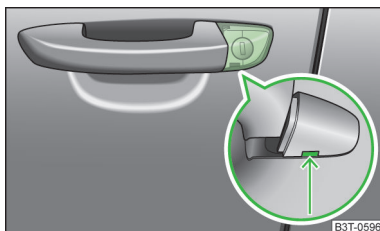

Fig. 194
- > Introduceți cheia autovehiculului în fanta din partea de jos a capacului, în sensul săgeții, și rabatați în sus » fig. 194.